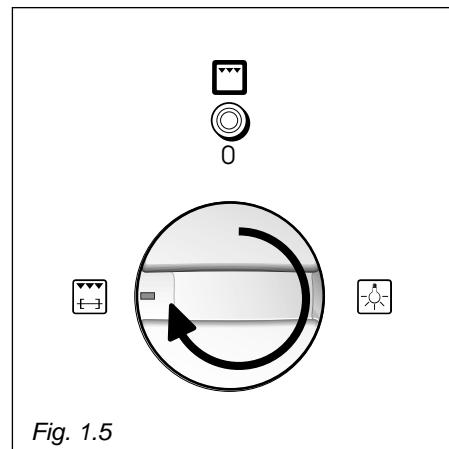

Fig. 1.5
Al girar en sentido horario el botón del interruptor (fig. 1.5) hasta el símbolo grill , se producirá el encendido del grill eléctrico y del motor del asador giratorio. El indicador encendido sobre el botón señaliza el funcionamiento del grill.
- Ponga en función el grill y el asador giratorio girando el botón correspondiente al símbolo  (fig. 1.5).